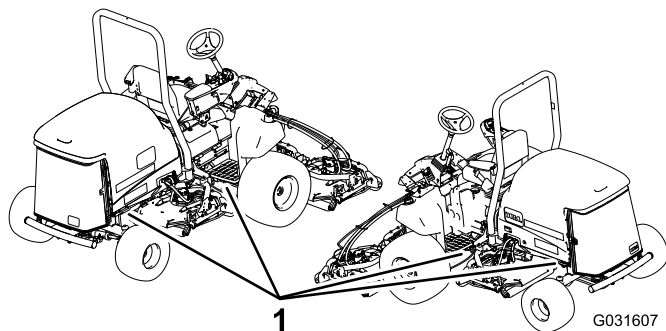

Bild 25
5. Befestigen Sie die Maschine mit den Metallvergurtungsschleifen und Riemen, Ketten, Kabel oder Seilen am Anhänger oder Pritschenwagen (Bild 25).